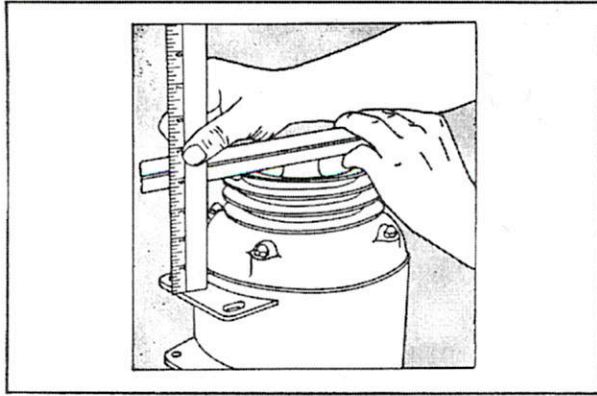

Fig. 2
2. The proper position of the motor pulley on the shaft is  $3\frac{3}{4}$ " from the outer face of the pulley to the top of the ear on the motor frame, as shown in Fig. 2.
2. La poulie est suffisamment enfoncée quand la distance entre sa joue extérieure et la patte de fixation supérieure du moteur est de  $3\frac{3}{4}$ " (voir fig. 2).